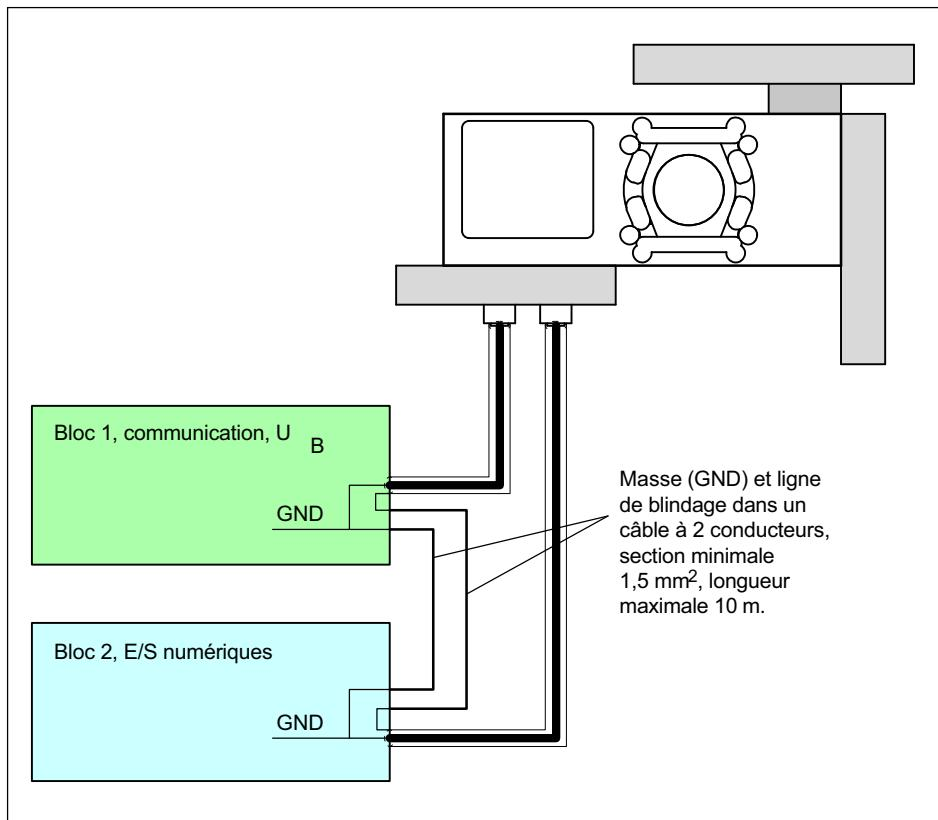

Fig. 7.1 Connexion des potentiels GND en cas de blocs séparés
1. Les blocs fonctionnels, c'est-à-dire la partie numérique pour les sorties de commutation et la partie pour l'alimentation en tension de fonctionnement et l'interface, sont placés à des endroits différents (Fig. 7.1).
Dans le premier cas, s'assurer que le blindage des deux lignes ainsi que le potentiel GND sont chacun reliés par une ligne d'une section minimale de 1,5 mm². Ces lignes peuvent comporter un ou plusieurs conducteurs. Les lignes à un seul conducteur doivent cependant être situées très près les unes des autres et ne pas suivre des chemins différents. La longueur totale d'un conducteur ne doit pas dépasser 10 m (Fig. 7.1).